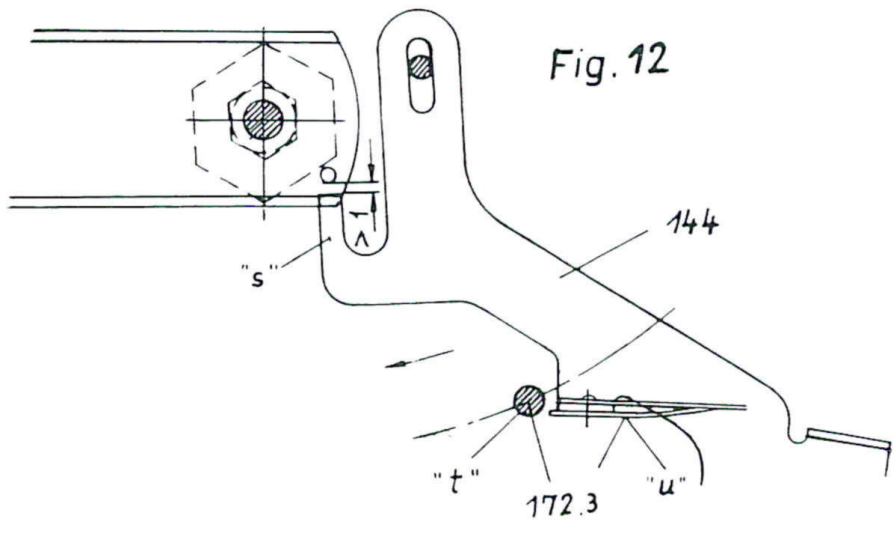

Fig. 12
5.62 Stophebelrückführung (Fig. 12)